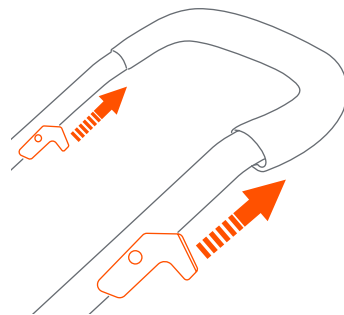

Fig. 7a
- 7) • Pull both triggers together to fold the wagon (Fig. 7a).
- Jale ambos gatillos al mismo tiempo tpara plegar el vagón (Fig. 7a).
- Tirez les deux gâchettes en même temps pour plier le wagon (Fig. 7a).